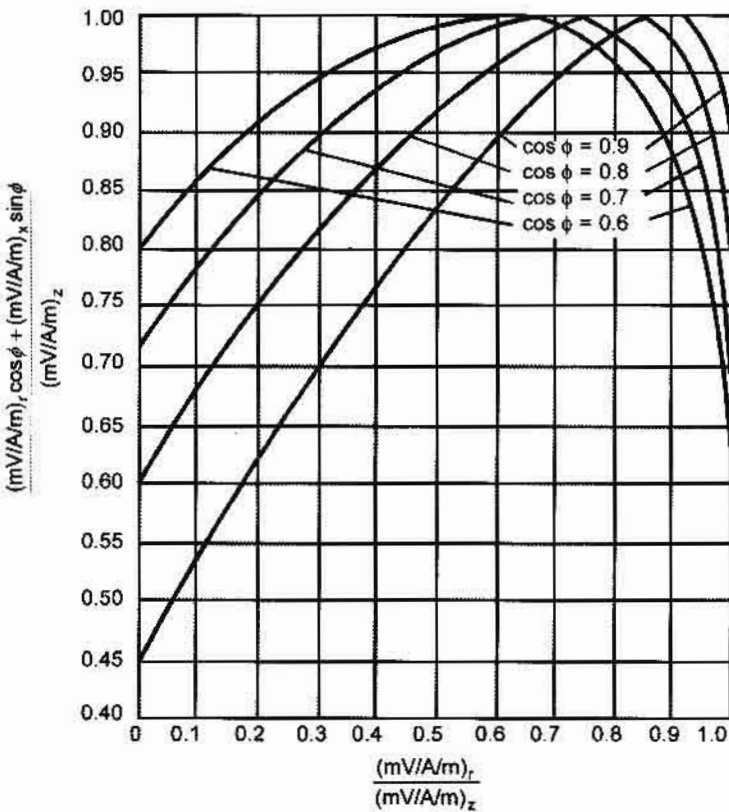

Figure 2.7 Showing reduction in calculated voltage drop if load power factor is taken into account.
နာ 388 ရှိ Table 4A တွင်ကြည့်ပါ) ပုံစံဖြင့်စီစားသည်။ စာမျက်နှာ (125) ရှိ Figure 2.7 ကို အသုံးပြု၍ voltage drop ရှာခြင်းကို နှိုင်းယှဉ်လေ့လာရန်ဖြစ်သည်။
ပုစ္ဆာအရ figure 2.7 ကို အသုံးပြုရမည်ဖြစ်ပါ၍ cable တွင် အသုံးပြု cable ကြိုးဆိုဒ်နှင့်သက်ဆိုင်သော tabulated (mV/A/m)r နှင့် tabulated (mV/A/m)x တို့၏ တန်ဖိုးကို ရှာရပါမည်။
စာမျက်နှာ (125) ရှိ Figure 2.7 မှ
အရ စာမျက်နှာ(125) ရှိ Figure 2.7 မှ
အထက်ပါ(2) ချက်အရ စာမျက်နှာ (125) ရှိ Figure 2.7 တွင်
ထို့ကြောင့် load power factor curve (figure 2.7) ဖြင့်ရှာသော voltage drop သည် tabulated (mV/A/m)z ဖြင့်ရှာသော voltage drop ၏ 0.9 ဆသာရှိကြောင်း တွေ့ရသည်။ တစ်နည်းအားဖြင့် voltage drop ပိုနည်းကြောင်း တွေ့ရသည်။